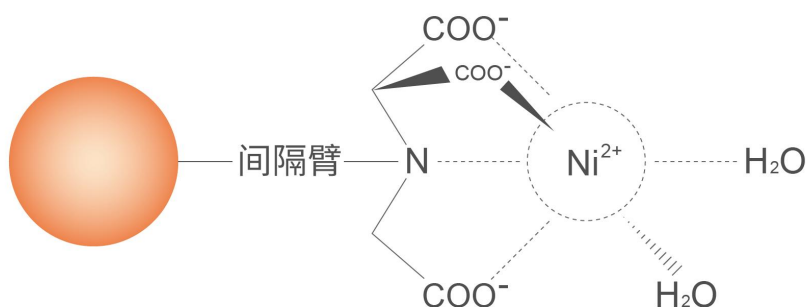

图 1. Ni NTA Beads HF 化学结构示意图
**Ni NTA Beads HF** 是一种新型固定化金属离子亲和层析 (IMAC) 介质，整合有非常牢固的 Ni 离子（产品结构见图 1 所示），具体性能见表 1。**Ni NTA Beads HF** 是高刚性的琼脂糖微球基质，较传统工艺可以耐受更高的流速并提供更高的化学稳定性，广泛用于生物制药和生物工程下游蛋白质和多肽的分离纯化。